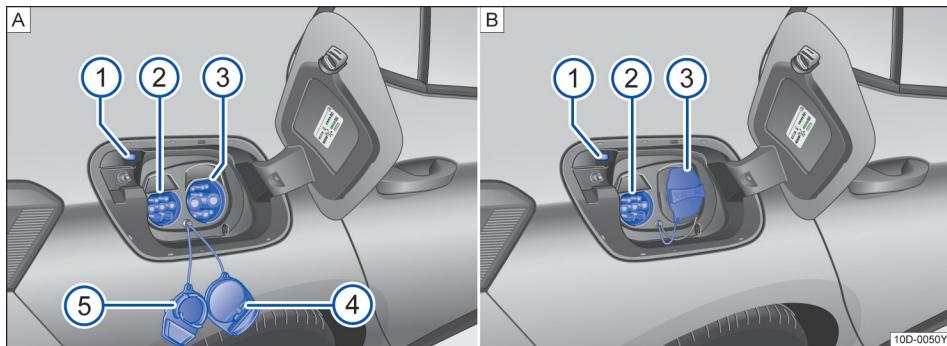

图 118 A 充电插口 B 充电口保护盖使用说明
→ 图 118[A] 的图例：
- 在充电过程中，充电口保护盖请按照→图 118[B] 方式使用。例如，使用交流电端口→图 118[A](2) 充电时，请将交流充电口保护盖→图 118[A](5) 挂在直流充电口保护盖上→图 118[A](4)。
- 若成功连接，则→图 118[A] ① 充电状态指示灯亮白色，组合仪表的显示屏中出现指示灯 。